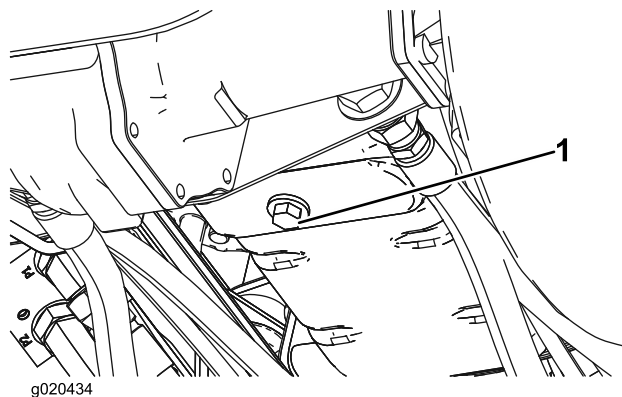

Рисунок 50
1. Снимите сливную пробку (**Рисунок 50**) и дайте маслу стечь в сливной поддон. Когда все масло будет слито, установите сливную пробку на место.